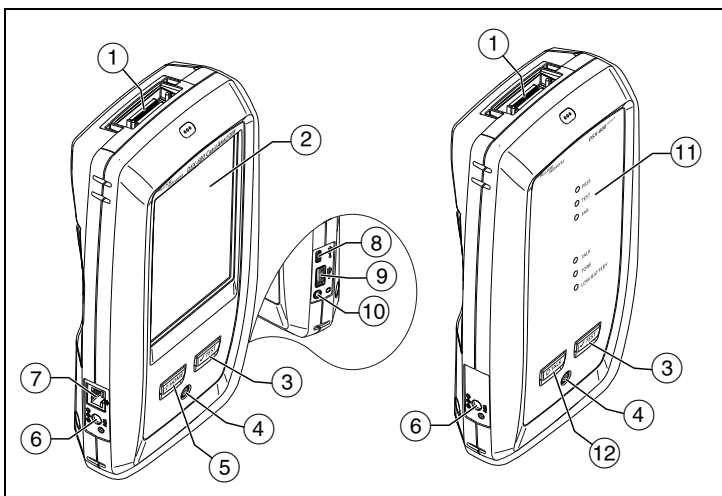

Abbildung 1. Anschlüsse, Tasten und LED-Anzeigen
Laden Sie ggf. den Akku auf. Schließen Sie das Netzteil an eine Steckdose und an den Adapteranschluss an (⑥) wie in Abbildung 1. Der Tester kann während des Aufladens des Akkus verwendet werden.